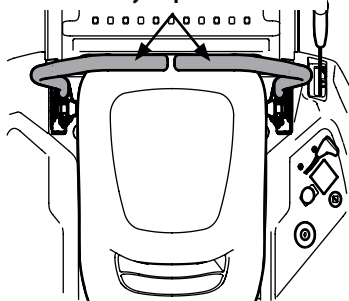

Figura 3-3
- Mueva las palancas de control de transmisión del lado derecho y del lado izquierdo hacia adentro, en posición neutra, lo cual desactiva también el freno de mano. Consulte la Figura 3-3.